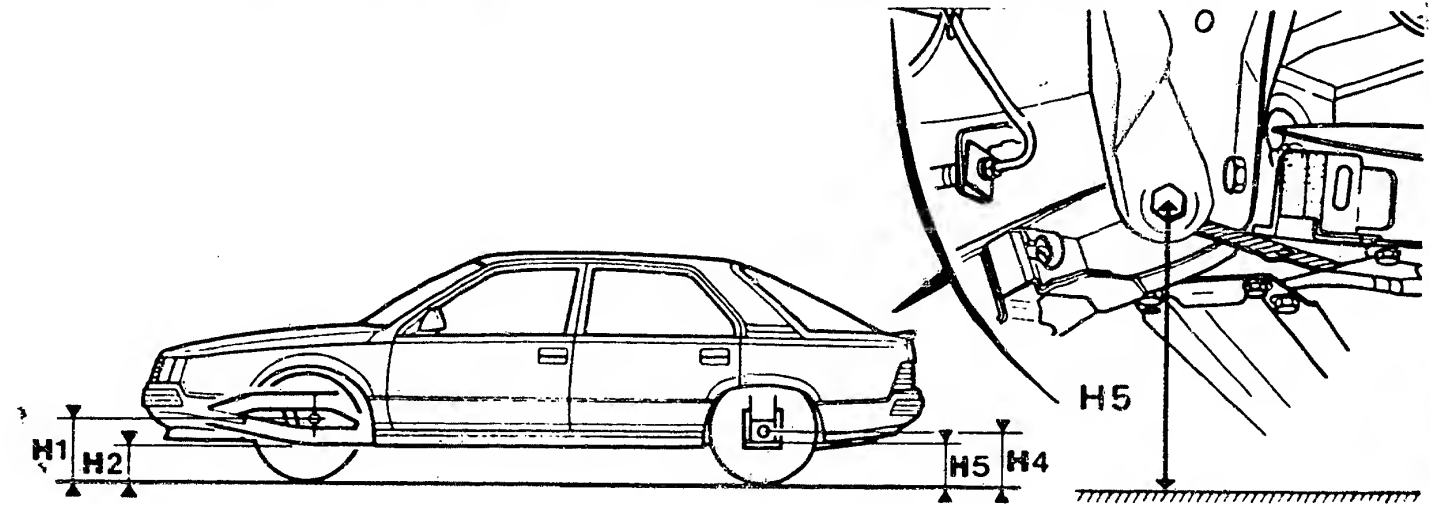

Bild 56 Die Bodenhöhe des Fahrzeugs dient zur Ermittlung des korrekten Nachlaufs. Das Mass H5 wird zwischen Boden und Bolzenmitte des Querlenkers gemessen.
a) **Vorderachse:** Neben den üblichen Vorbereitungsarbeiten sind vor dem Ausmessen der Radgeometrie die Masse H5 und H2 (Bild 56) zu ermitteln, damit der **Nachlauf** bestimmt werden kann. Dieser lässt sich bei einer Umdrehung an der Schubstreben-Befestigung vorn um 15' verstellen.